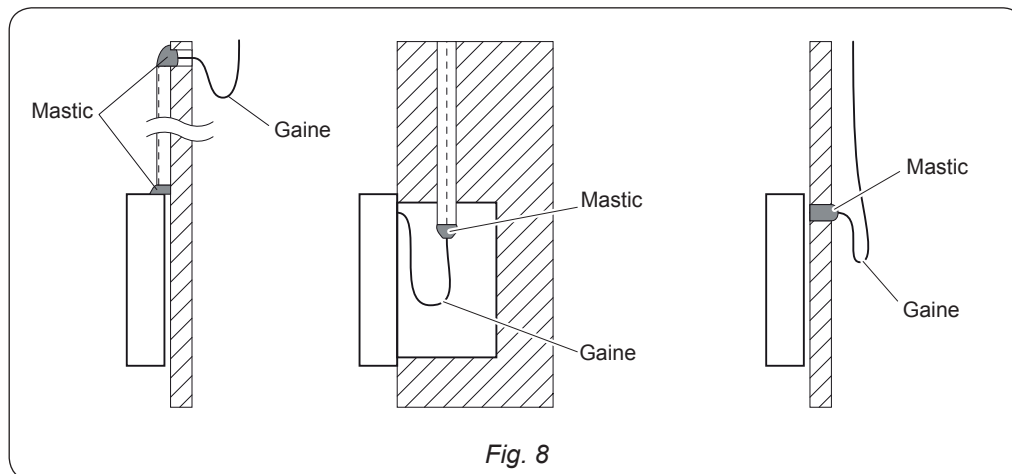

Fig. 8
- Éviter que l'eau n'entre dans la télécommande, utiliser des gaines et du mastic pendant les branchements électriques (fig.8)